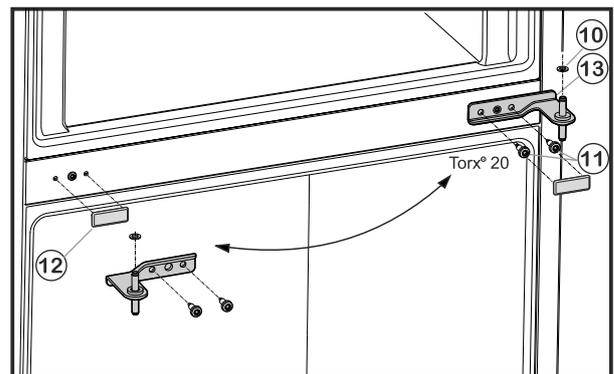

Fig. 6
- ▶ Desserrer les vis de fixation Fig. 6 (11) (2 fois Torx® 20) et retirer le support de palier du milieu de la porte inférieure.
- ▶ Retirer la rondelle en plastique Fig. 6 (10).
- ▶ Retirer le cache Fig. 6 (12) avec précaution.
- ▶ Remplacer le cache Fig. 6 (12) du côté opposé.
- ▶ Remettre en place le support de palier du milieu Fig. 6 (13) à 180° dans la porte inférieure et la visser solidement à l'aide des vis de fixation Fig. 6 (11) (2 fois Torx® 20) sur le nouveau côté de la charnière (avec 4 Nm).
- ▶ Remettre en place la rondelle de plastique Fig. 6 (10).
- ▶ Mettre en place la porte supérieure sur le support de palier Fig. 6 (13).